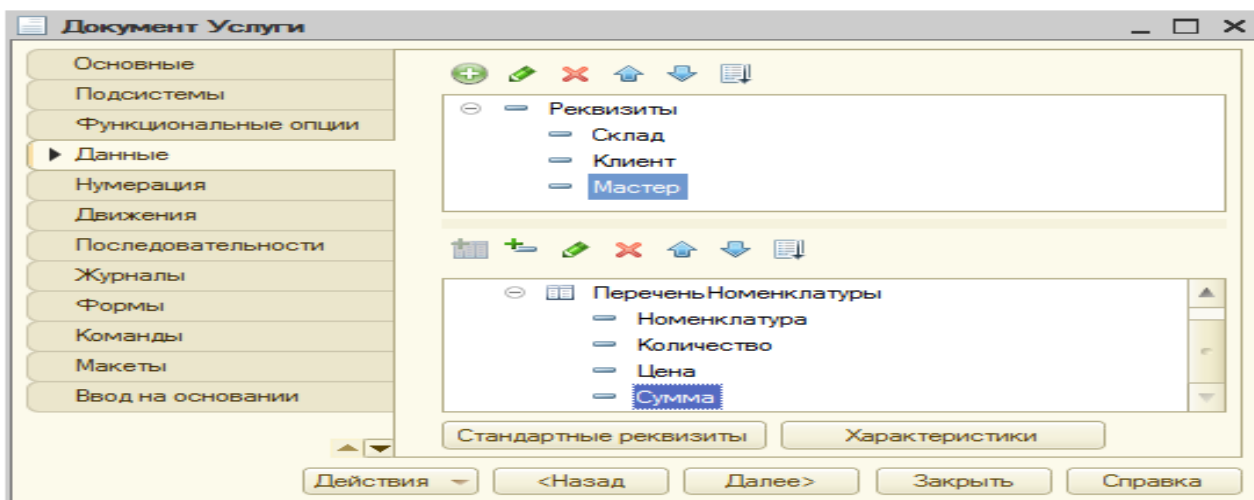

Рис. 40
- Мастер, тип СправочникСсылка.Сотрудники (рис. 40).